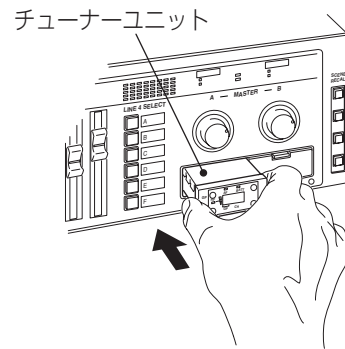

図1
- 3 チューナーユニットの上下面を確認して、スロットに差し込みます。(図1)